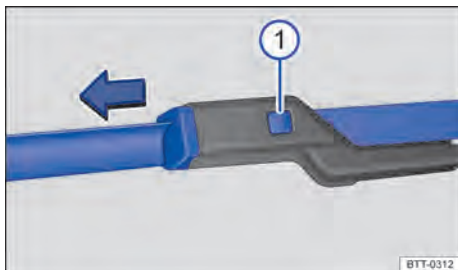

Fig. 177 Substituir as palhetas dos limpadores do para-brisa.
- Manter a tecla de destravamento → Fig. 177 ① pressionada e, ao mesmo tempo, retirar a palheta do limpador do para-brisa no sentido da seta.